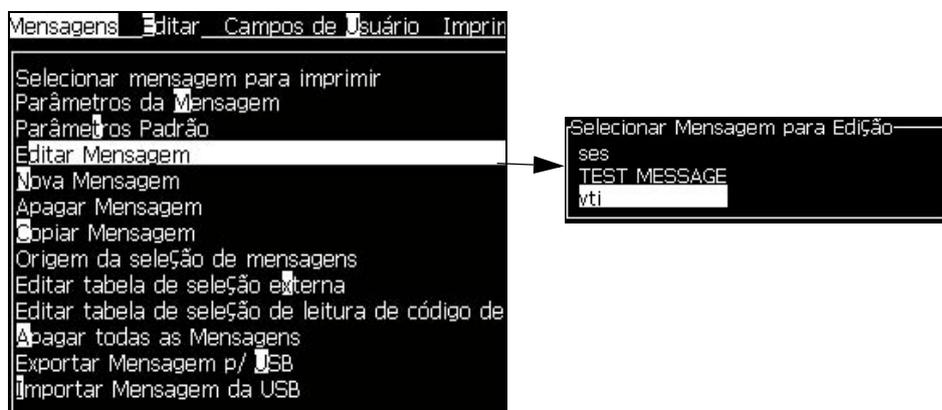

Figura 5-51: Opção Editar mensagem
- 2 Selecione *Editar mensagem*. A caixa de diálogo *Selecionar mensagem para edição* aparece. Consulte a seção Figura 5-51.